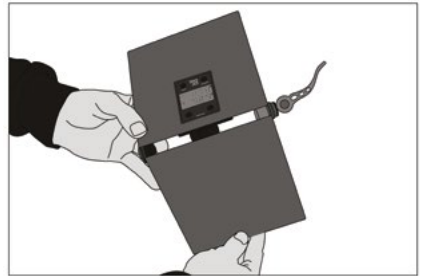
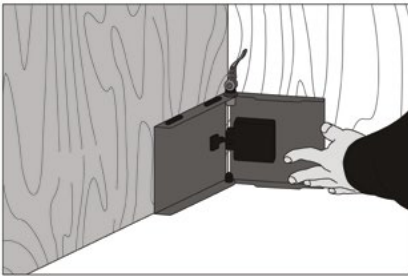
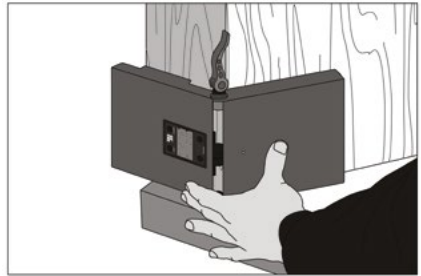

bild 4
bild 5
bild 6
- Öffnen Sie die Seitenflügel, während der Hebedaumen lose ist (Bild 4), und platzieren Sie den Trigjig an der Ecke, die gemessen werden soll. Bei Außenecken sollte der LCD-Bildschirm nach außen zeigen (Bild 5). Bei Innenecken, sollte der LCD-Bildschirm in Richtung Wand zeigen (Bild 6).